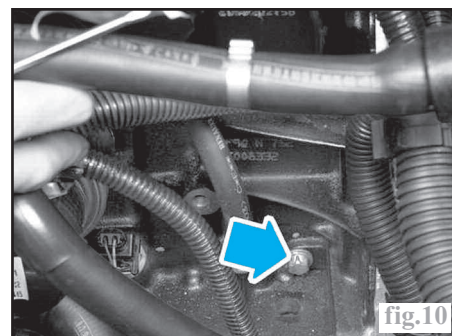

fig.10
- le bouchon de pigeage du vilebrequin situé dans le bas du bloc-cylindres (fig.10), à l'avant de celui-ci près du tube de jauge à huile,